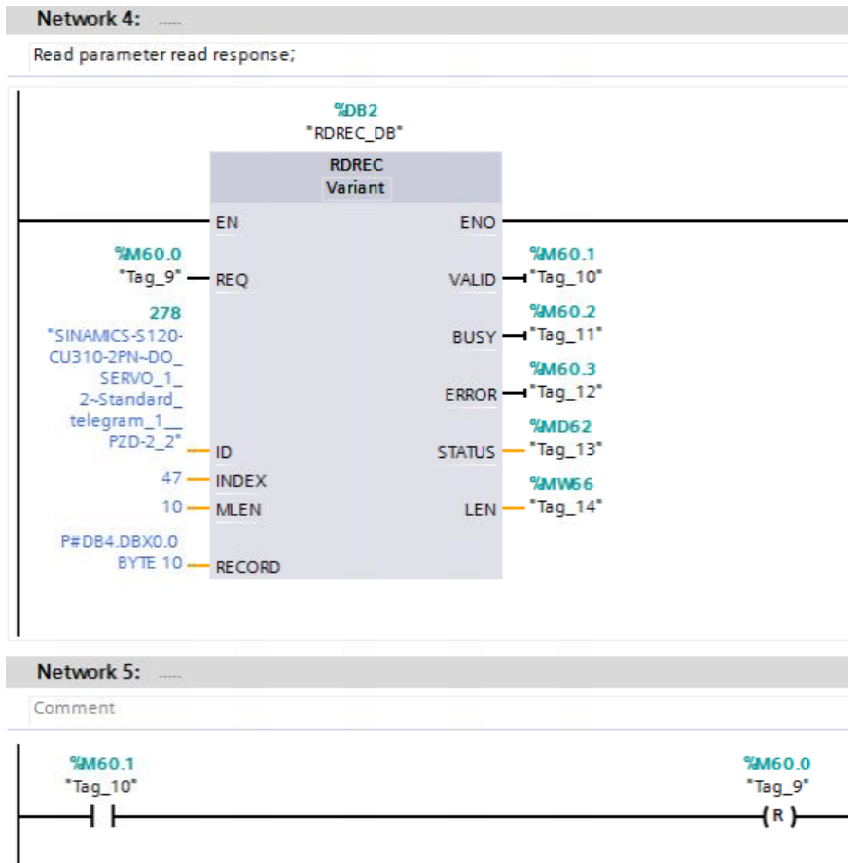

图 3-5 接收“读参数”请求的响应
(2) 使用标志位 M60.0 及功能块“ RDREC” 读取驱动器参数的请求响应(数据集为 DB4 开始的 10 个字节), 见图 3-5。读参数应答数据格式参考表 3-6。